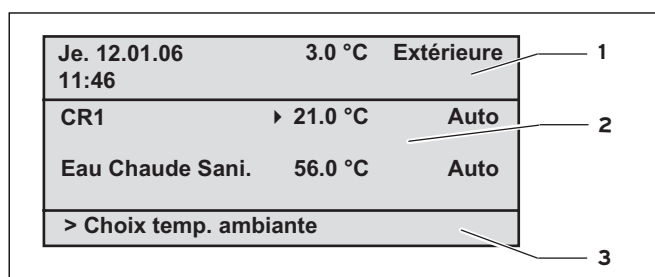

Fig. 4.2 Aperçu de l'écran (exemple de l'affichage de base)
- de l'affichage de base (fig. 4.2)
Le mode d'utilisation décrit ci-dessous est valable pour l'affichage de base (fig. 4.2) et pour les différentes pages d'affichage/de saisie de l'interface utilisateur.
Situation de départ : Vous vous trouvez dans l'affichage de base (voir fig. 4.2). Pour accéder à l'affichage de base, référez-vous au chap. 4.3.3.
En cliquant avec un sélecteur ou avec les deux, vous pouvez passer de l'affichage de base simplifié à la page d'écran suivante (voir fig. 4.2).